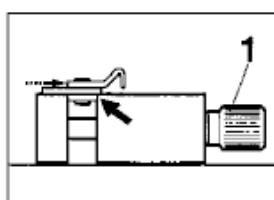

fig. 3
Coloque a corrente no torno conforme mostrado na fig. 3. Aperte suavemente o torno usando o botão (1). Coloque o rebite